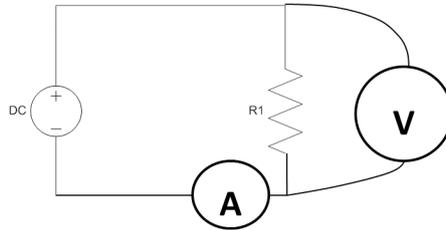

Figure 5 : Montage de mesure indirecte d'une résistance.
3.1. Brancher le générateur HAMEG et les multimètres comme le montre la Figure 5.